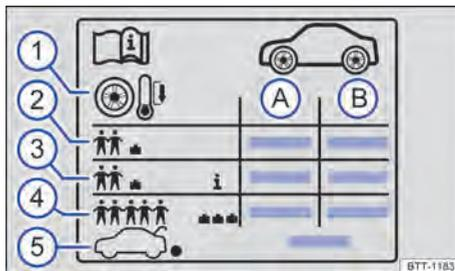

Fig. 266 Símbolos na etiqueta com as pressões dos pneus.
Indicações na etiqueta com as pressões dos pneus → Fig. 266:
Dependendo do veículo, a etiqueta com as pressão dos pneus pode ter uma pressão dos pneus de conforto → Fig. 266 ③. A pressão dos pneus de conforto possibilita aumentar o conforto da condução. Ao conduzir com a pressão dos pneus de conforto, pode aumentar o consumo de combustível.